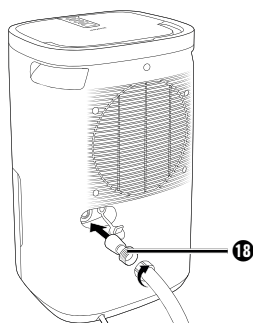

Abb. 3
- ◆ Schrauben Sie, bei Verwendung des EU-Gartenschlauch-Adapters **18**, nun einen Gartenschlauch auf den EU-Gartenschlauch-Adapter **18** (siehe Abbildung 3).